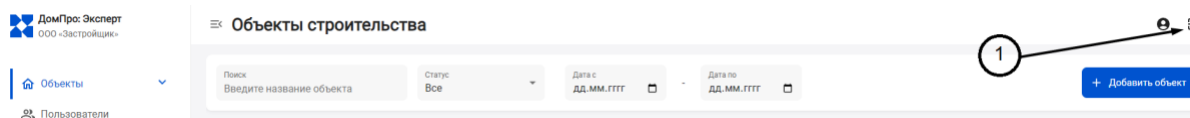

Рисунок 6 - Выход из системы
Для выхода из системы необходимо нажать кнопку «Выход из системы» (1) в верхнем правом углу Рисунок 6.